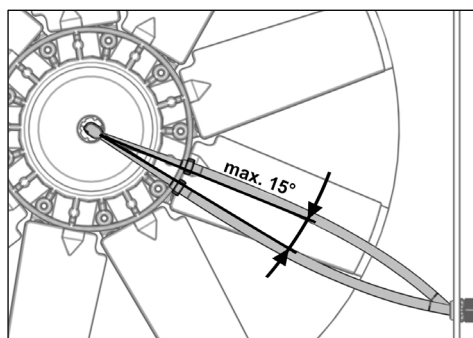

Fig. 30
- ▶ Verificar a tensão e, se necessário, voltar a tensionar a mangueira de pressão (ver Fig. 30).